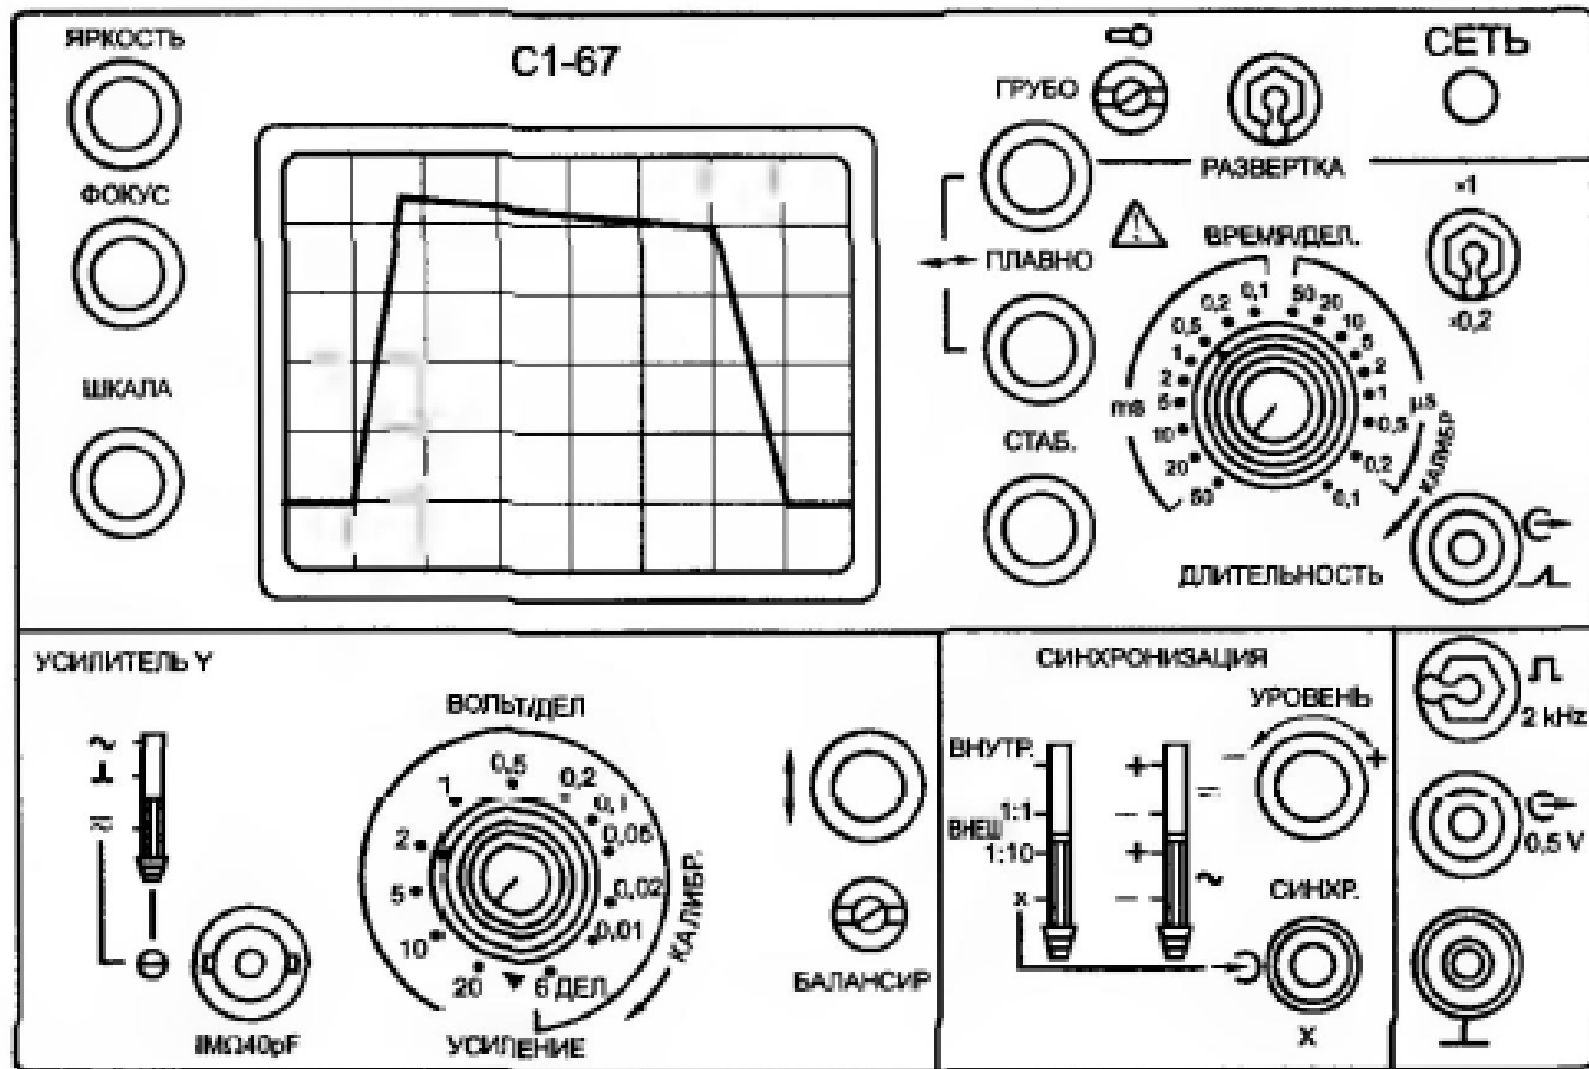

Рис. 7.2. Изображение лицевой панели осциллографа C1-67 с импульсным сигналом
**7.278.** Сравнив входные полные сопротивления осциллографов С1-67 (см. рис. 7.2) и С1-93 (рис. 7.3), определить, частотный диапазон какого прибора больше.
**7.279.** Определить преимущества осциллографа С1-93 (см. рис. 7.3) по сравнению с осциллографом С1-67 (см. рис. 7.2).